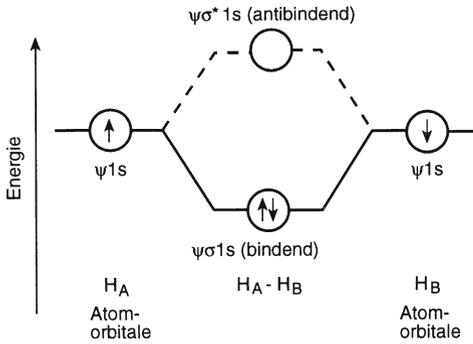

Abb. 41. Bildung der MO beim  $H_2$ -Molekül
Durch die Linearkombination **zweier** Atomorbitale (AO) erhält man **zwei** Molekülorbitale, nämlich MO(I) durch Addition der AO und MO(II) durch Subtraktion der AO. MO(I) hat eine **geringere** potentielle Energie als die isolierten AO. Die Energie von MO(II) ist höher als die der isolierten AO. **MO(I)** nennt man ein **bindendes Molekülorbital** und **MO(II)** ein **antibindendes** oder **lockerndes**. (Das antibindende MO wird oft mit \* markiert.) Abb. 41 zeigt das Energieniveauschema des H2-Moleküls.